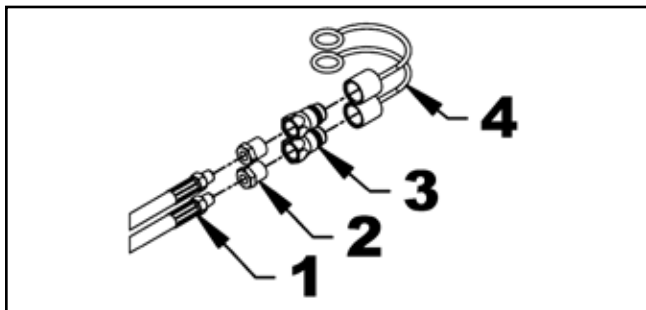

Figure 32. Assemblage des raccords rapides
4. Figure 32 : À l'aide d'un produit d'étanchéité pour filetage, installez un réducteur femelle 1/4 po NPT x mâle 1/2 po NPT (2), un raccord rapide mâle (3) et un capuchon anti-poussière (4) sur l'extrémité droite de chaque tuyau (1).